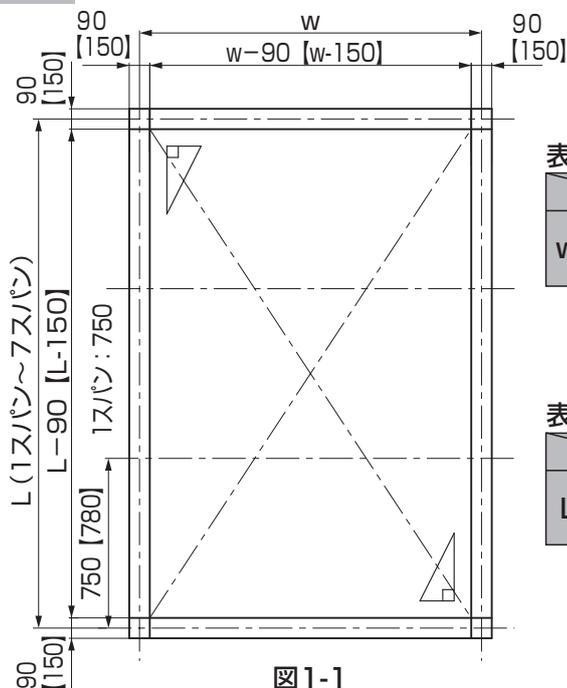

図1-1
- フレーム施工の寸法、直角・対角がでていることを確認してください。(図1-1、表1-1、1-2参照)